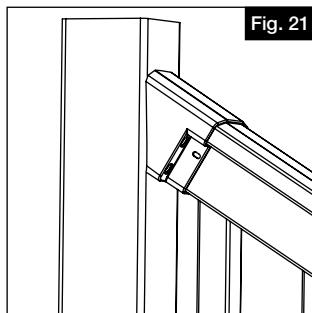

Fig. 21
a. un. Deslice el soporte de la barandilla sobre los extremos de la barandilla (Fig 21). Mida el ángulo requerido y corte el soporte y el riel (y el canal de aluminio) a ese ángulo.